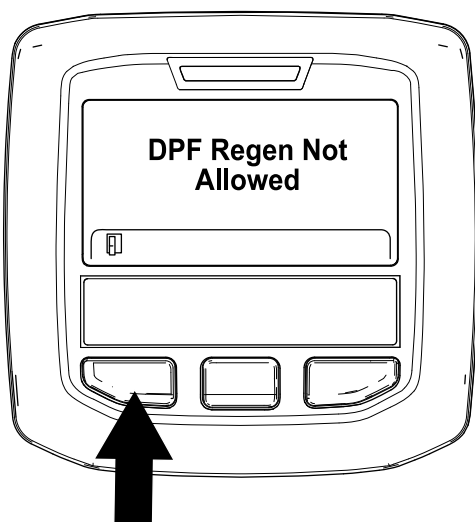

Figura 47
- Si el ordenador del motor no permite el proceso de regeneración, aparece el mensaje "DPF Regen Not Allowed" (Regeneración de DPF no permitida) en el InfoCenter (Figura 47). Pulse el botón de la izquierda para salir a la pantalla de inicio.